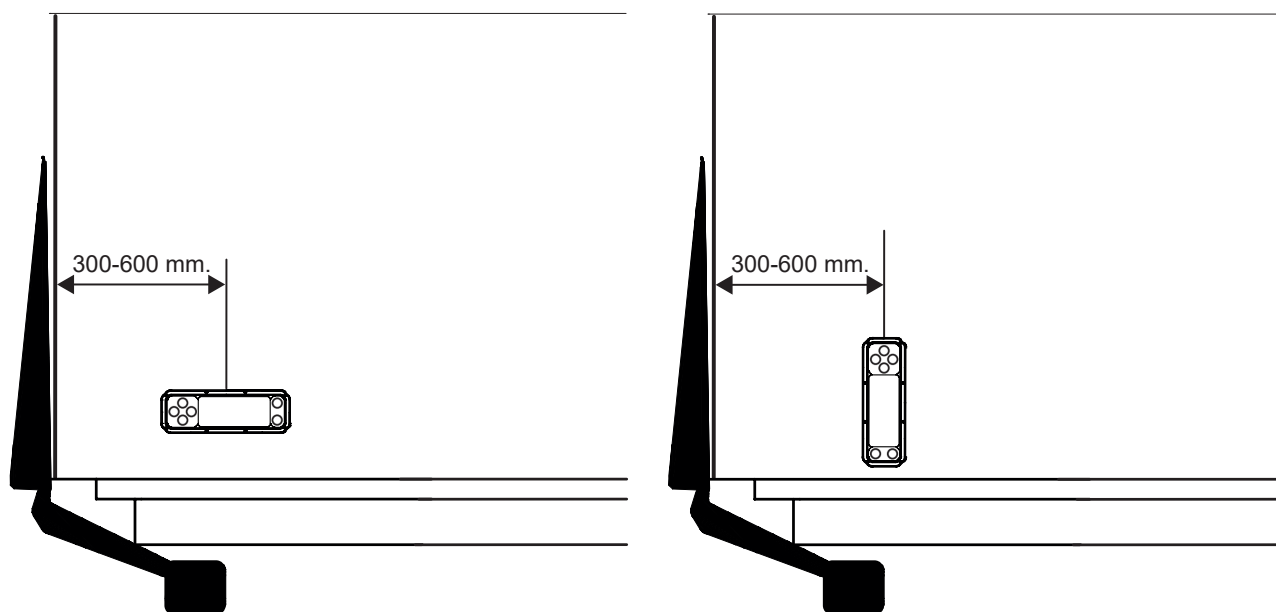

Bild 64. Montering av manöverdon
5. Montera därefter fast manöverdonet på skåpet. Se Bild 64